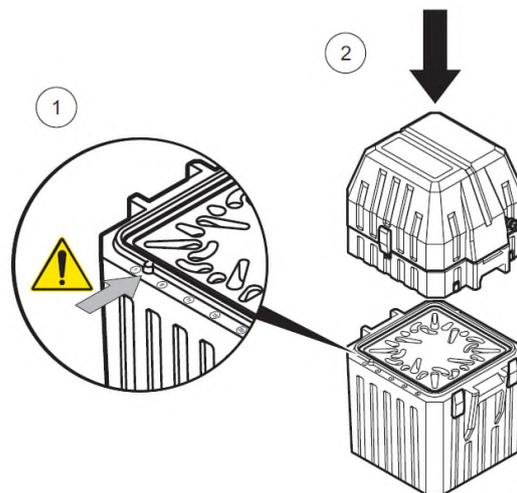

Abbildung 33 Gehäuseoberteil aufsetzen (TP5 C)
8. Setzen Sie das Oberteil wieder auf das Unterteil auf wie in den Illustrationen Abbildung 32, Seite 29 und Abbildung 33, Seite 29 gezeigt.